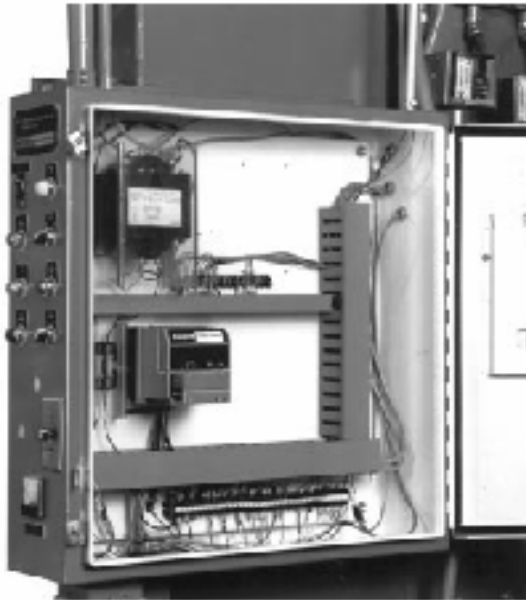

Рис. 7. Монтаж на электрической панели.
- ⇒ Установите модуль реле вертикально (см Рис. 7) или горизонтально так, чтобы клеммы рубильника были направлены вниз. Модуль реле должен находиться в электрическом шкафу.